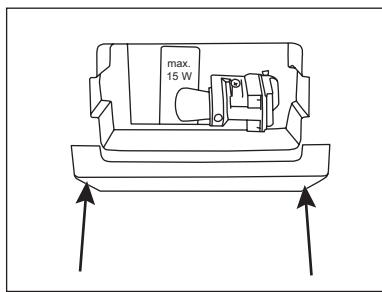

fig. 9
2. Demonteer het beschermkapje (fig. 9). Klem het beschermkapje samen zodat deze loskomt van de twee clips.